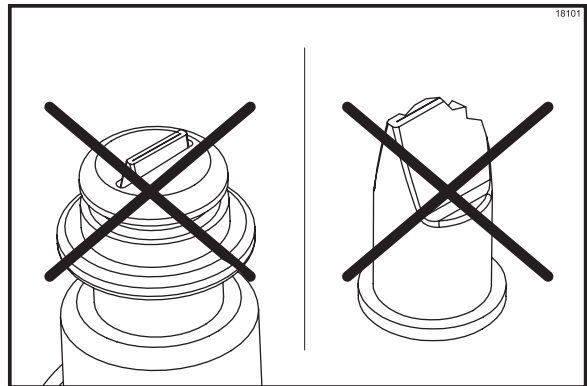

Figura 131
**Nota:** Reemplace la válvula de pico de pato si está dañada o se extiende más allá de la ranura del conector de la punta de jarabe. (Vea la figura 131.)